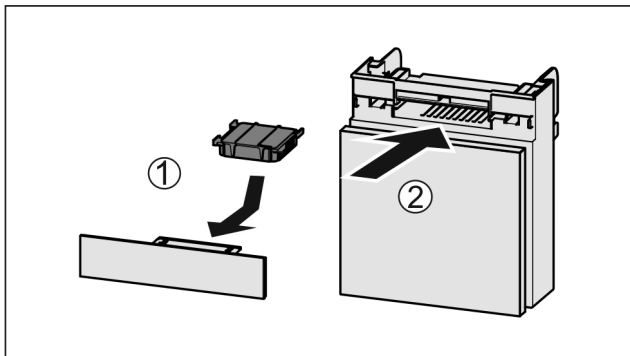

Fig. 142
- ▶ Aktivkohlefilter nach Abbildung einsetzen Fig. 142 (1).
- ▶ Fach einschieben Fig. 142 (2).